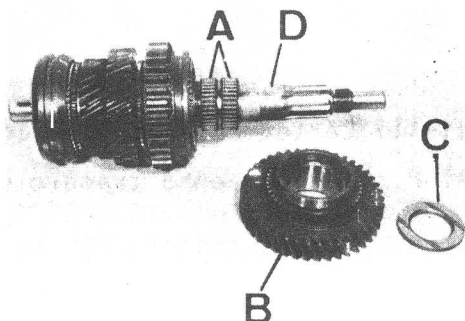

Fig. C1-119 Conjunto eje principal
- 1.1. Desmontar los dos rodamientos de rodillos, A (Fig. C1-119) del engranaje, B, de 1a velocidad.